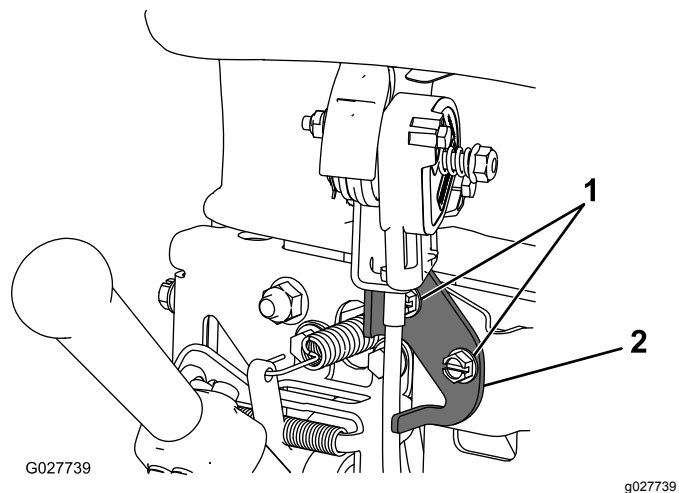

Figura 33
2. Desaperte os dois dispositivos de fixação que prendem a alavanca do acelerador (Figura 33).